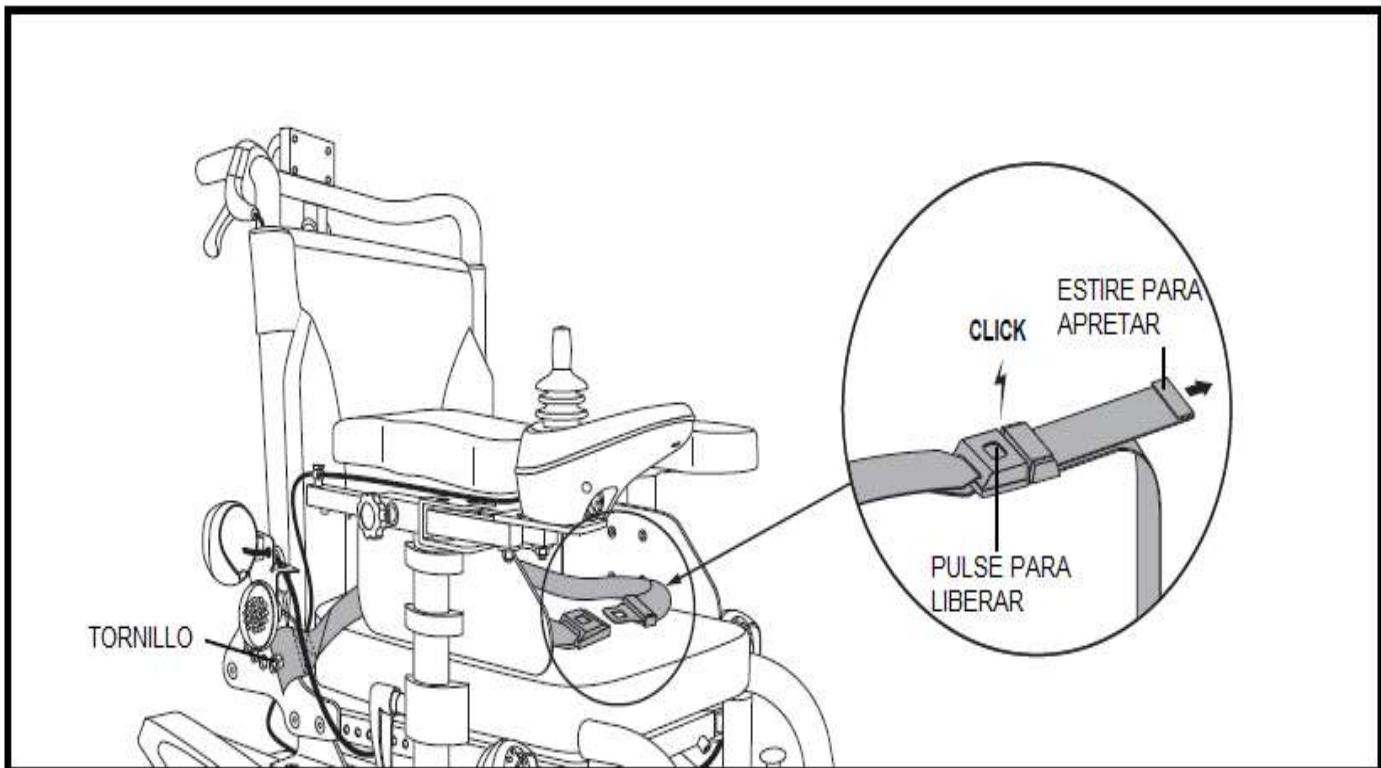

Figura 21.
Su silla de ruedas puede estar equipada con un cinturón de posicionamiento que se puede ajustar para mayor comodidad del operador. Ver la figura 21. El cinturón de posicionamiento está diseñado para soportar el operador para que él / ella no se deslice hacia abajo o hacia adelante en el asiento.
1. Inserte el tornillo a través de la pestaña de montaje en el extremo del cinturón de posicionamiento y luego a través del respaldo del asiento. Ver la figura 21.